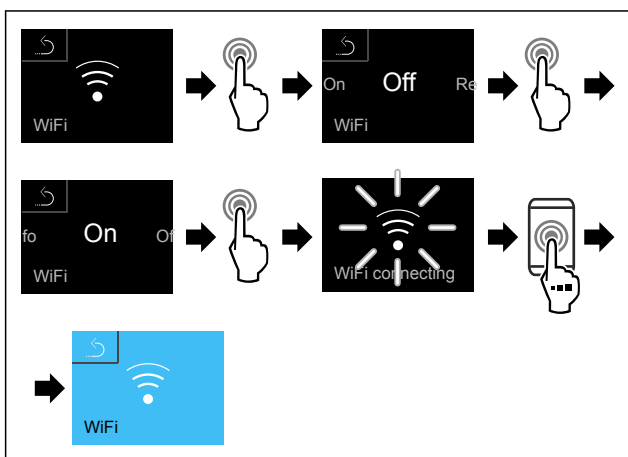

Fig. 96
- ▶ Выполните шаги действия (см. Fig. 96).